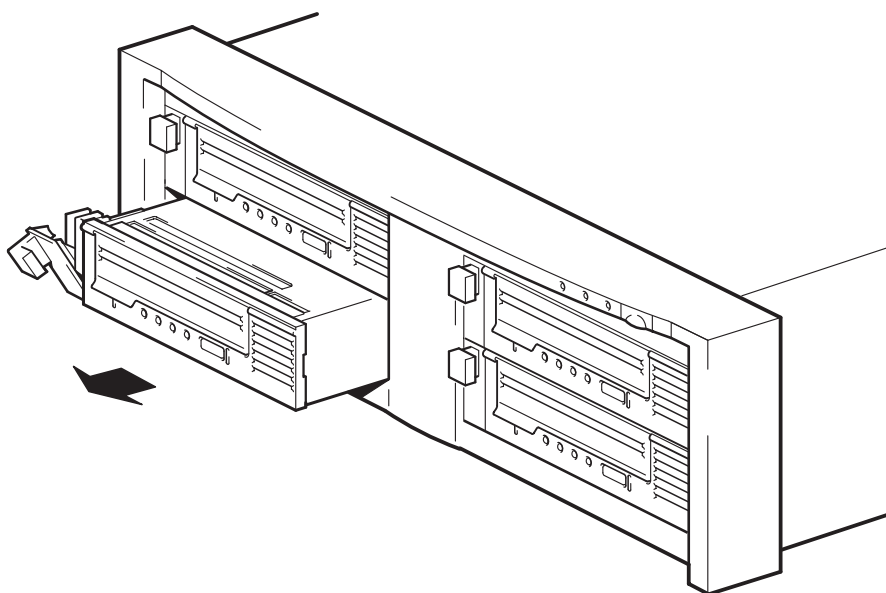

図 9b: ドライブを取外す
- 2 取外しレバーを使用するときは、ドライブをテープ・アレイから慎重にしっかりと引き抜いてください (図 9b を参照)。